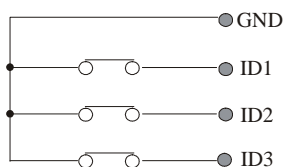

Abb. 3.3.1
- J3:** auf Position 1-2 (**INT - ID COM**): intern versorgte digitale Eingänge (Abbildung 3.3.1);